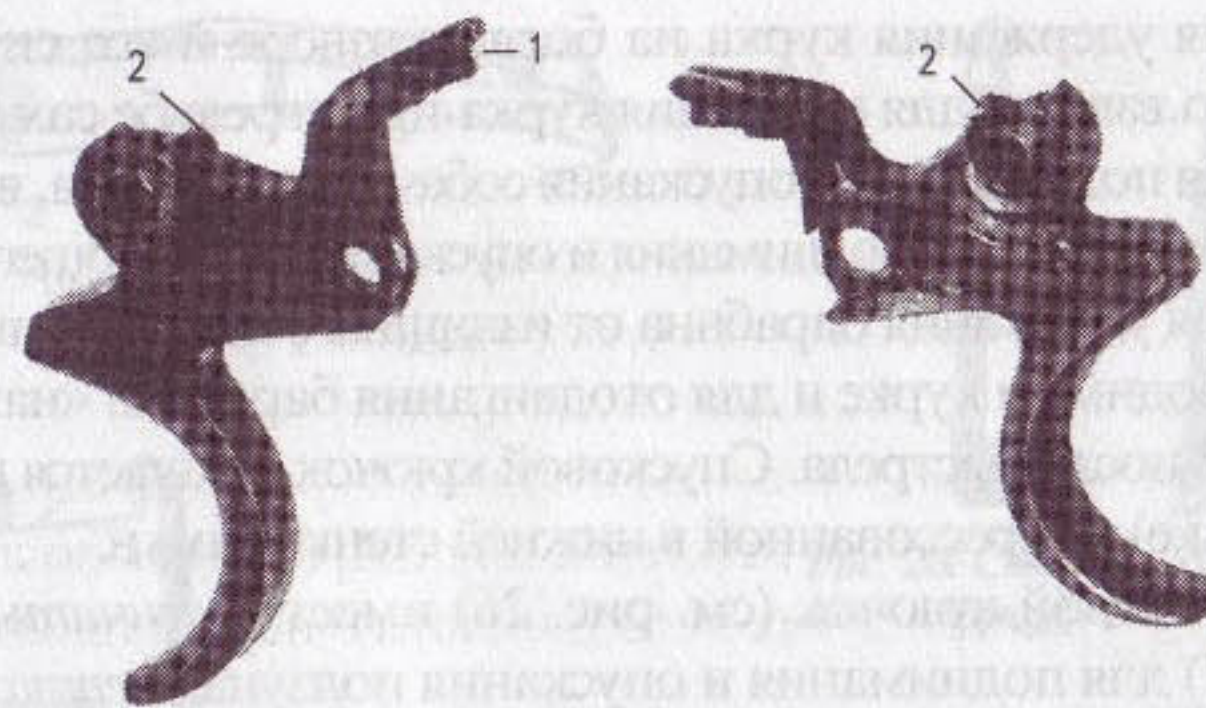

Рис. 25. Спусковой крючок, вид справа и слева:
*Спусковой крючок* — сложная фрезерованная деталь, выполняющая множество функций и приводящая в движение все детали ударно-замочного механизма (рис. 25, 26). Она слу-